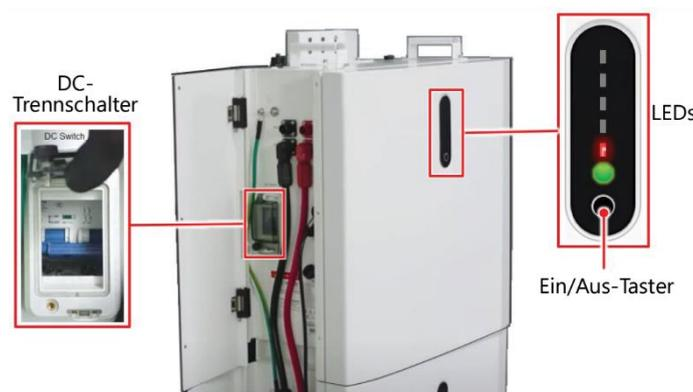

Abbildung 3 SolarEdge Home Batterie 48V – Bedienelemente
7. Stellen Sie den DC-Trennschalter an der Batterie auf AUS (siehe Abbildung 3).
8. Halten Sie den Ein/Aus-Taster 3 bis 6 Sekunden lang gedrückt, bis die rote LED der Batterie erlischt (siehe Abbildung 3).
2. Halten Sie den Ein/Aus-Taster an der Batterie 3 bis 6 Sekunden lang gedrückt, bis alle LEDs aufleuchten (siehe Abbildung 3).
3. Schalten Sie den DC-Trennschalter an der Batterie ein (siehe Abbildung 3).
4. Stellen Sie den Schalter des Wechselrichters in die Position „I“ und warten Sie, bis eine grüne LED zu blinken beginnt (siehe Abbildung 3).
- b. Stellen Sie den DC-Trennschalter an der Batterie auf aus (siehe Abbildung 3).
- c. Halten Sie die Ein/Aus-Taster 3 bis 6 Sekunden lang gedrückt, bis die rote LED der Batterie erlischt (siehe Abbildung 3).
- f. Drücken Sie den Ein/Aus-Taster, um die Batterie einzuschalten (siehe Abbildung 3).
- g. Stellen Sie den DC-Trennschalter der Batterie auf ein, um die Batterie einzuschalten (siehe Abbildung 3).